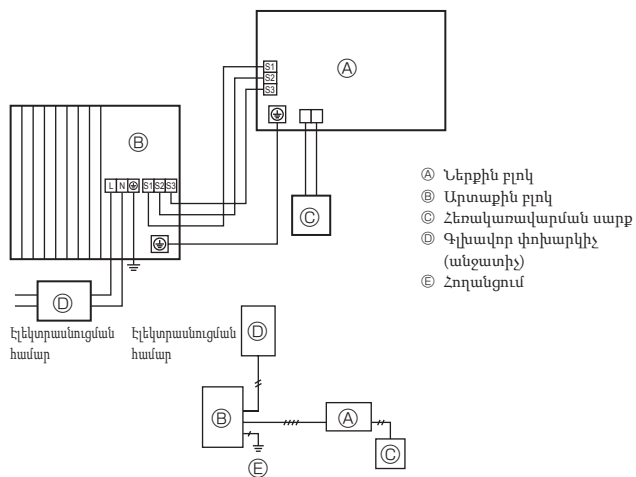
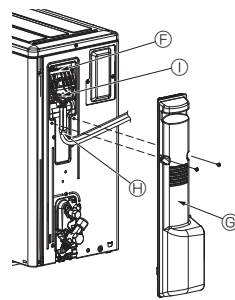

Fig. 6-1
Fig. 6-2
6.1. Արտաքին բլոկ (Fig. 6-1, Fig. 6-2)
- ① Հեռացրեք սպասարկման վահանակը:
② Միացրեք Fig. 6-1-ում և Fig. 6-2-ում նշված մալուխները: